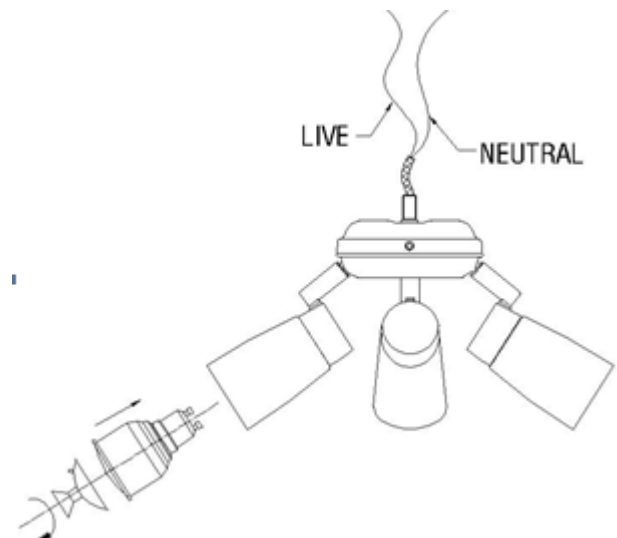

Fig. 9
3. Steek de L en N-verlichtingsdraden door het gat in de lichtbehuizingskap (fig.9).